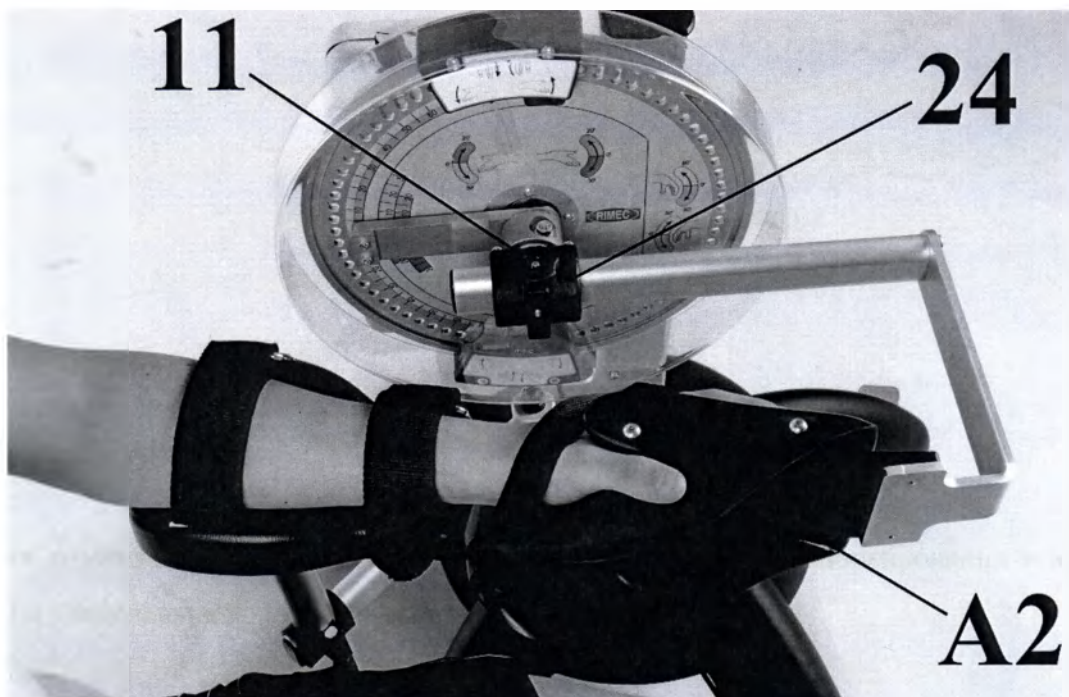

Рис.16
- Поместите конечность пациента на аппарат, как показано на рис. 16. Запястье должно находиться на уровне середины Жажима (24). Аксессуар (A2) должен быть вставлен внутрь жажима - так, чтобы рука пациента могла быть правильно размещена на (A2), после чего туго затяните винт (11).